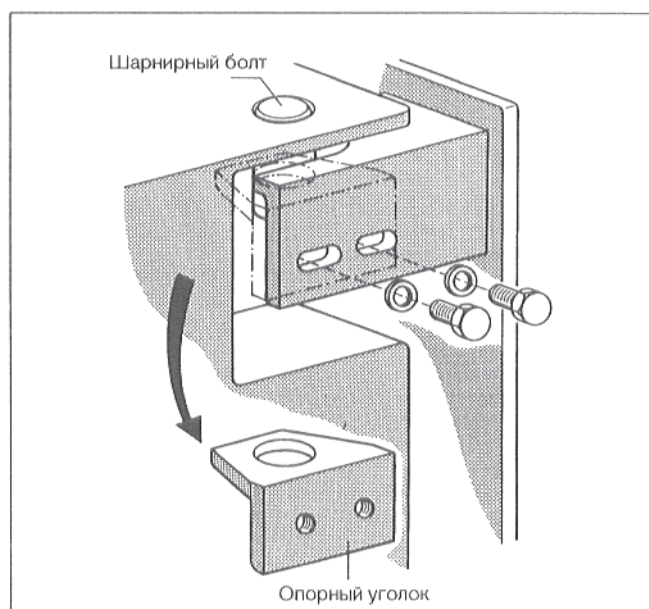

Рис. 5
- Вывернуть из каждого шарнира вверх и вниз по 2 винта с шестигранной головкой (Рис. 5).
- Вынуть опорные уголки изнутри по направлению вниз (Рис. 5).
- Ввести опорные уголки вверх и вниз на противоположной стороне отверстием в шарнирный болт и привинтить снаружи, используя по 2 винта с шестигранной головкой (Рис. 5).